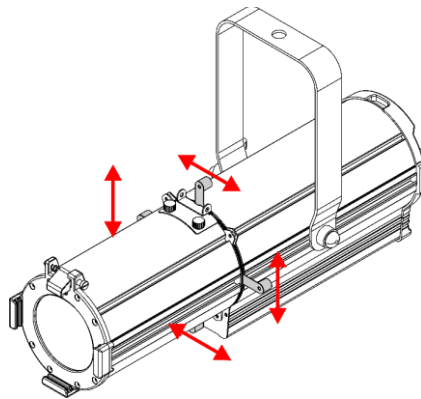

Fig. 09
È possibile sagomare il fascio con le 4 **alette sagomatrici (03)**. Spostare avanti e indietro le **alette sagomatrici (03)** per modificare la sagoma del fascio (vedere Fig. 09).